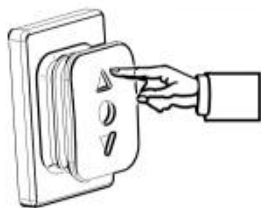

Figure D1
4.1 Naciśnij i przytrzymaj przełącznik sterowania linką, aby otworzyć markizę. Silnik zatrzyma się automatycznie po całkowitym otwarciu markizy. (Rysunek D1)